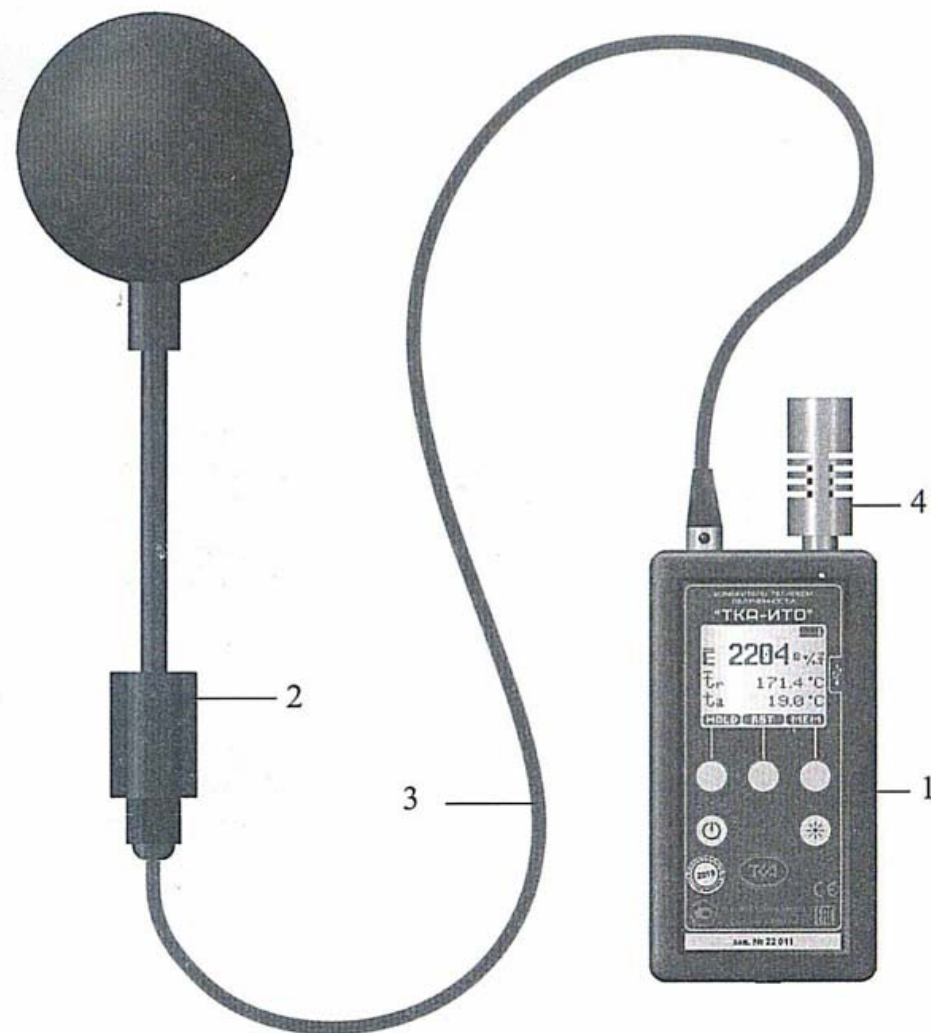

Рис.1 – Внешний вид прибора “ТКА-ИТО”.
5.1 Конструктивно прибор выполнен в виде двух функциональных блоков: электронный блок и блока черного шара, соединённых между собой кабелем связи (Рис.1). Два данных блока перед началом работы крепят на штативе.